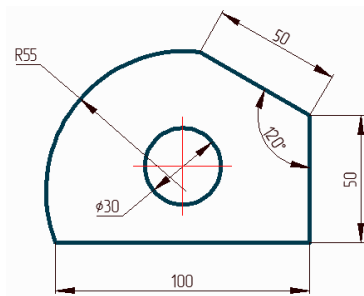

Рисунок 2.2 – Фрагмент №1
2.1.2 Побудова елементів фрагменту №1 (рис. 2.2) ведеться в шарі «Основна».